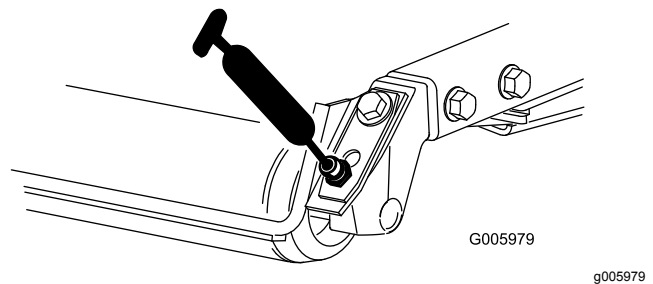

Bild 48
- Heckrollenlager (2 pro Mähwerk) (Bild 48)